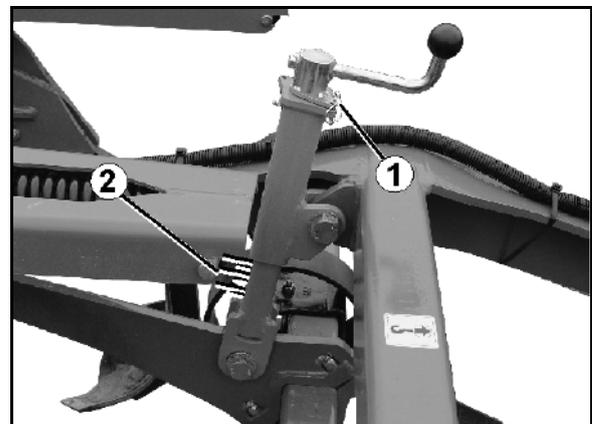

Fig. 41
1. Klappstecker (Fig. 41/1) ziehen.
- Zur Orientierung ist an den Einstelleinheiten eine Skala angebracht (Fig. 41/2).